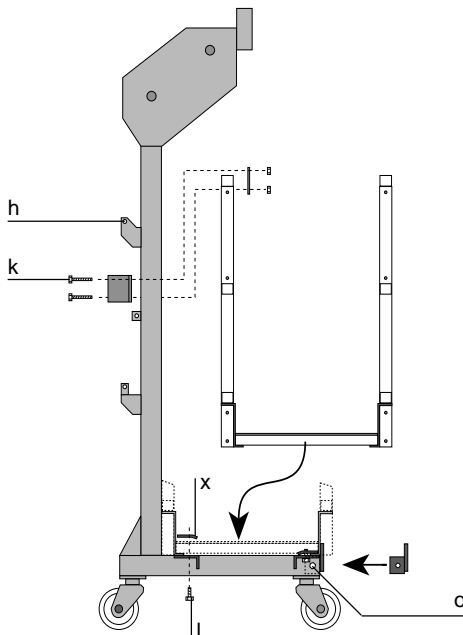

Fig. 1.12
- Desatornillar las bridas de fijación (x) situadas debajo del estribo y colocar la plataforma sobre éste (Fig. 1.12).
- Introducir la brida de sujeción dentro del estribo. Fijar la brida por medio de los tornillos (Fig. 1.12).